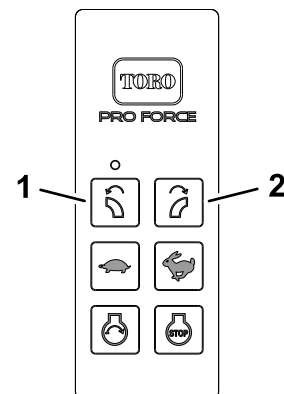

Figura 51
4. Mantenha pressionado em simultâneo os botões ROTAÇÃO DO BICO À ESQUERDA e ROTAÇÃO DO BICO À DIREITA (Figura 51).
7. Prima e mantenha premido o botão ROTAÇÃO DO BICO À ESQUERDA (Figura 51).
8. Continue a pressionar o botão ROTAÇÃO DO BICO À ESQUERDA (Figura 51) e rode a chave para a posição FUNCIONAMENTO.
9. Liberte o botão ROTAÇÃO DO BICO À ESQUERDA (Figura 51) e rode a chave para a posição PARAR.